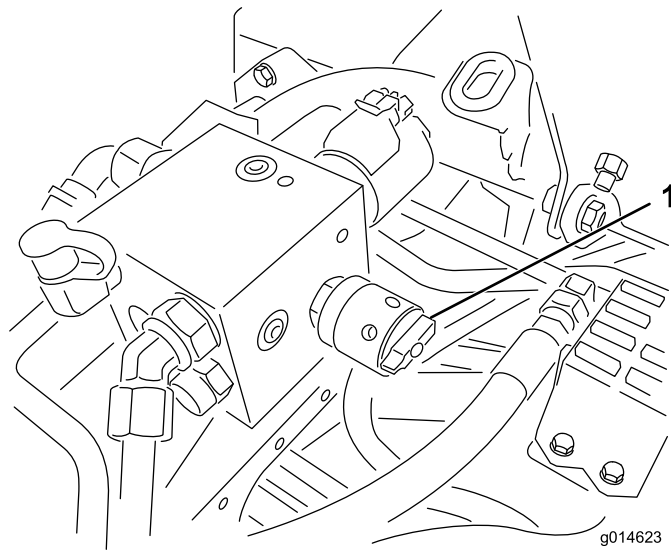

図 58
- リールの速度を設定するには、リール速度コントロールのノブ 図 58 を回して、ノブの矢印を、ステップ3で決めた数値に合わせる。